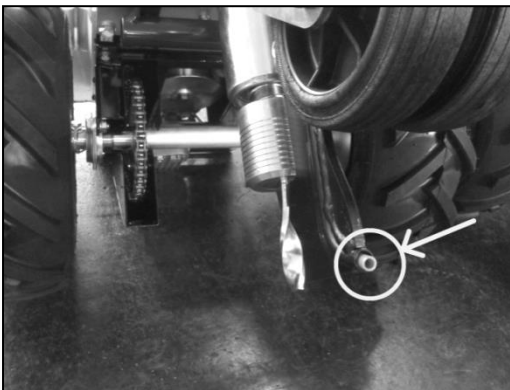

Рис. 2
- Перевірте цілісність вихідного отвору граничного дроту напрямної кабелю (подачі) (рис. 2). Зокрема, перевірте цілісність гнучкої труби всередині напрямної кабелю. У разі будь-яких пошкоджень її слід замінити. Також перевірте, чи немає розрізів уздовж контуру отвору напрямної кабелю, і чи немає на ній гострих або нерівних країв. У разі наявності пошкоджень напрямну кабелю необхідно замінити.